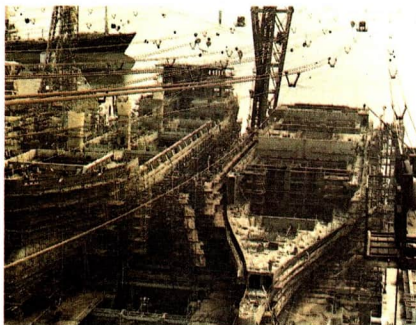

Abb. 34
**Verwendung.** Die Metalle werden aufgrund ihrer Eigenschaften vielseitig verwendet. Stahl, ein wichtiger Werkstoff, der überwiegend aus Eisen besteht, hat sehr große Festigkeit. Er wird deshalb besonders im Maschinen- und Fahrzeugbau sowie im Bauwesen genutzt (Abb. 34). Eisen und Stahl rosten jedoch an feuchter Luft. Deshalb muß man durch Schutzanstriche, durch Überzüge mit anderen Metallen oder durch andere Schutzmaßnahmen die Bildung von Rost möglichst verhindern (→ S. 45). ②